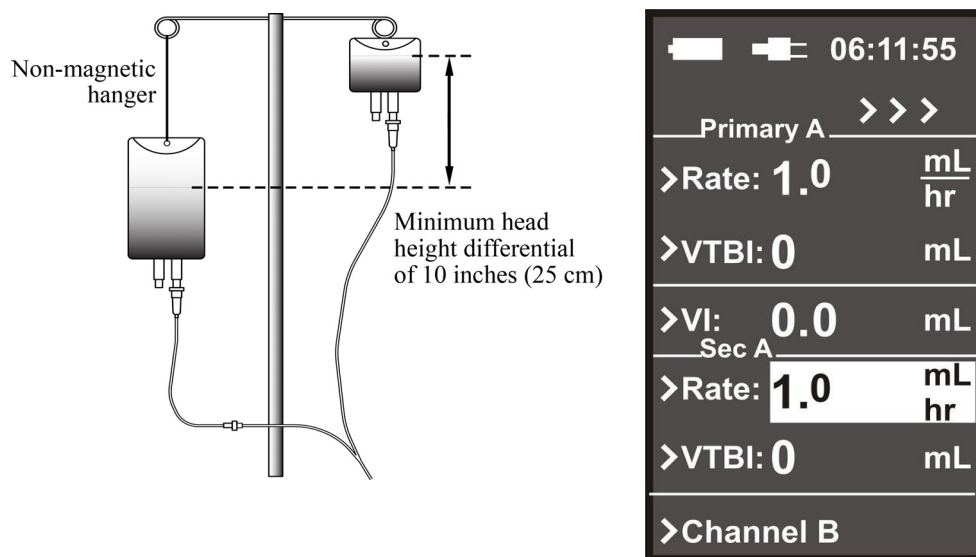

Figure 4-3. Ecran de paramétrage et de programmation de la perfusion secondaire
- Vérifier que l'écran de programmation se divise pour afficher le débit (Rate) et le volume à perfuser (VTBI) de la perfusion secondaire, avec le paramètre Rate en surbrillance (**voir figure 4-3**).